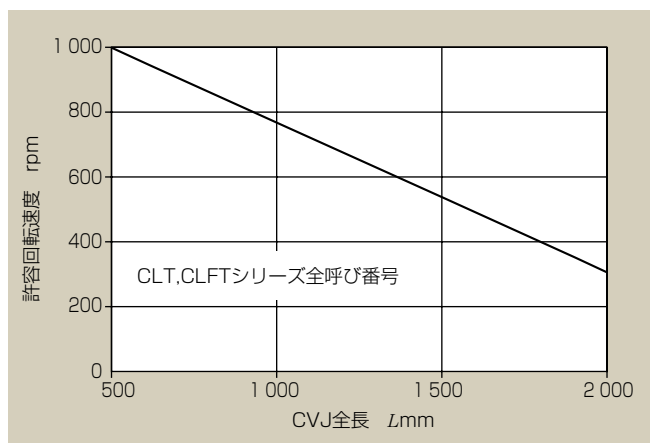

図14 CVJの許容回転速度
- CLT, CLFTシリーズの許容回転速度は、図14の許容回転速度を目安としてください。